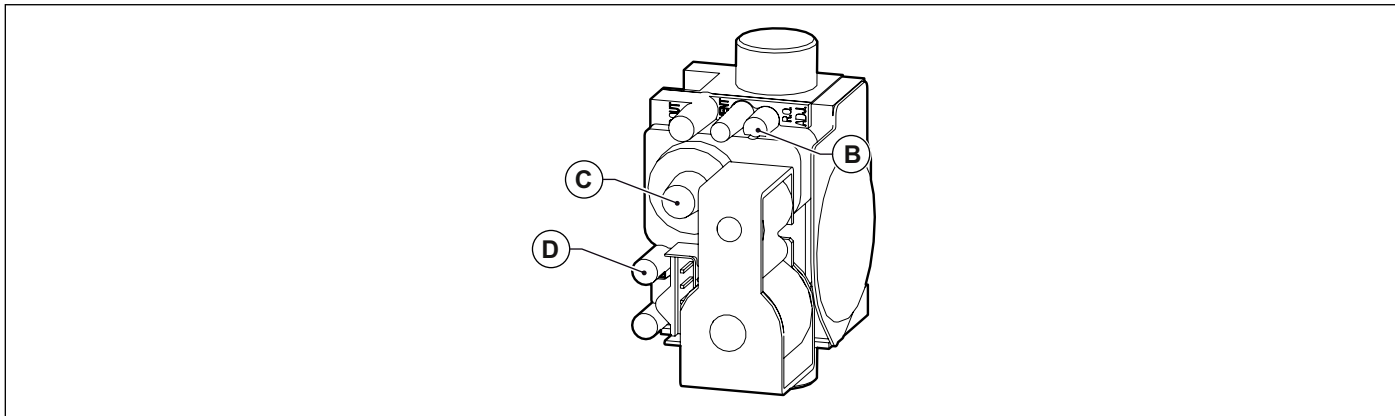

Рис. 25 Регулювання газового клапану
- Встановіть вміст димових газів (CO_2), повертаючи регулятор співвідношення **B** (див. Рис. 25 Регулювання газового клапану) та переконайтеся, що його значення знаходиться у межах, вказаних в Таб. 35 Рівень CO_2 у димових газах.
- Перевірте, чи значення монооксиду вуглецю (CO) у димових газах на максимальній потужності нижче межі Таб. 35 Рівень CO_2 у димових газах.
- Перевірте, чи значення монооксиду вуглецю (CO) у димових газах на мінімальній потужності нижче межі Таб. 35 Рівень CO_2 у димових газах.